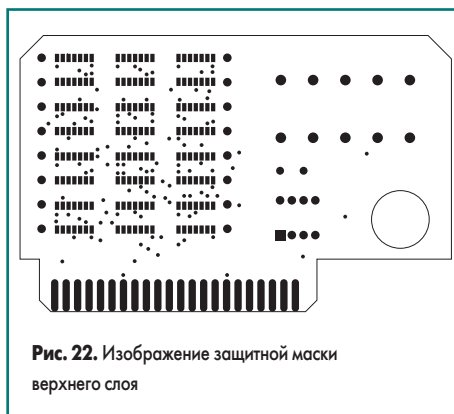

Рис. 22. Изображение защитной маски верхнего слоя
- В окне Colours нажмем кнопку Preview и проверим, что на экране отображаются только нужные нам объекты (рис. 22).